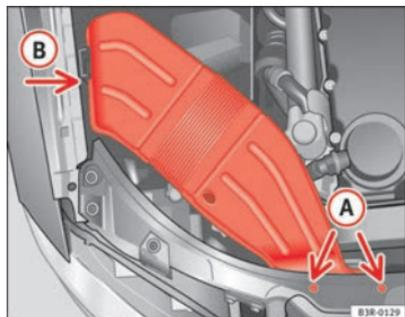

Abb. 204 Luftführungshutze an rechter Fahrzeugseite
- Drehen Sie die Schrauben **A** ⇒ Abb. 204 heraus.